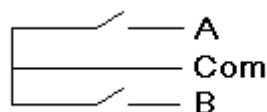

図 1
1. ホイールマウスエンコーダーの端子 A(図 1 参照)と端子 12 (ENCA0)を接続します。
2. ホイールマウスエンコーダーの端子 B(図 1 参照)と端子 11 (ENCB0)を接続します。
3. USB マウスと PC を接続し、ホイールマウスエンコーダーの Com(図 1)を 5V と接続します。